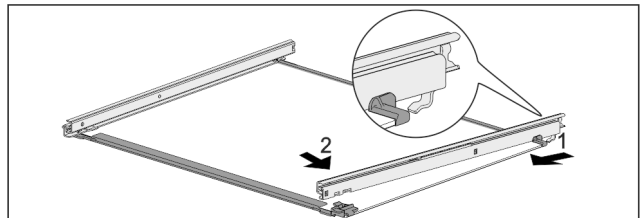

Fig. 125 Glasplatte mit Schienen
- ▶ Schiene hinten einhaken. Fig. 125 (1)
- ▶ Schiene vorne einrasten. Fig. 125 (2)